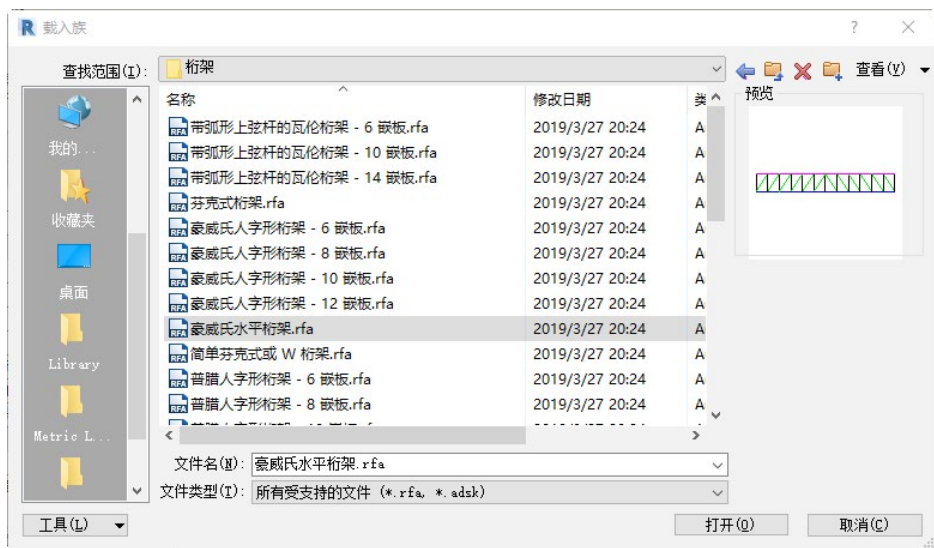

图 7-18 “载入族”对话框
(3) 单击“模式”面板中的“载入族”按钮，打开“载入族”对话框，在“China”→“结构”→“桁架”文件夹中选择需要的桁架族，这里选择“豪威氏水平桁架.rfa”，如图 7-18 所示。单击“打开”按钮，载入“豪威氏水平桁架.rfa”族文件。